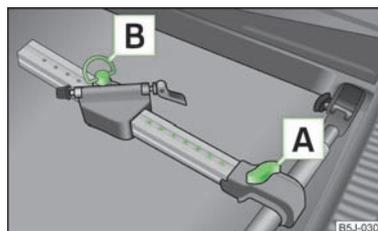

Fig. 52
- Estrarre leggermente la vite **A** » fig. 52 e quindi spingere il longherone (elemento di alluminio) nella traversa sino a quando si innesta nel supporto.
- Allentare la vite **A** e quindi fare scorrere verso sinistra il portabiciclette con la bicicletta fissata, in maniera tale che tra sterzo e il finestrino laterale del bagagliaio collidano » fig. 52.